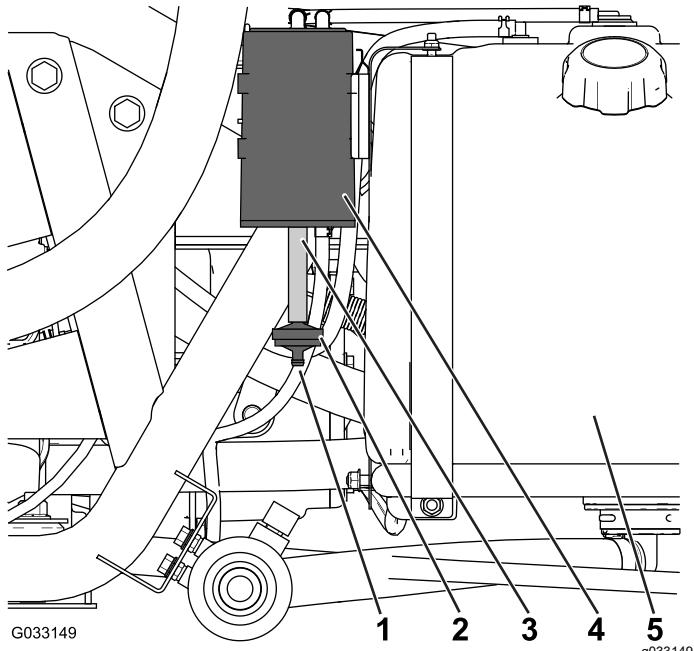

Figura 47
Verifique a abertura na parte inferior do filtro do ar no recipiente de carbono para se certificar de que está limpo e sem detritos e obstruções (Figura 47).
1. Retire o encaixe rosulado do filtro do recipiente de carbono do tubo, na parte inferior do recipiente de carbono, e retire o filtro (Figura 47).